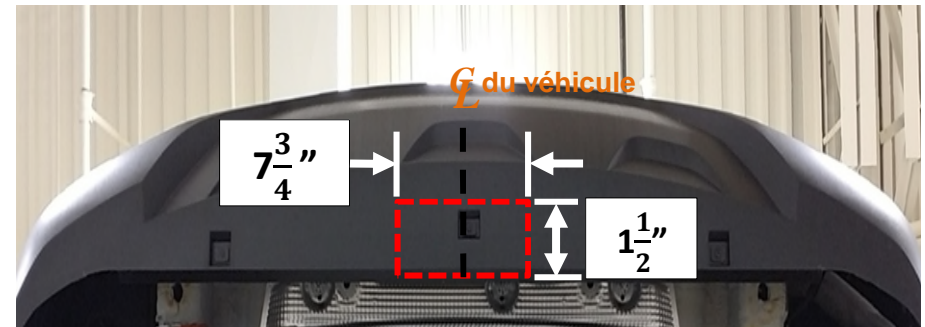

Figure 4
- Découper le carénage inférieur** - Avec ruban à mesurer, marqueur et couteau utilitaire, mesurer, marquer et découper le carénage inférieur. Voir la Figure 4.
- Installer l'attelage** - En tirant avec soin le carénage inférieur vers l'extérieur, soulever l'attelage en position et le glisser derrière le carénage. Acheminer les fils de tirage à travers les fentes des supports. Retirer les fils de tirage et installer lâchement des rondelles coniques ③ et des écrous hexagonaux ④ sur l'attelage.
- Réinstaller deux (2) vis sur le côté du carénage inférieur.